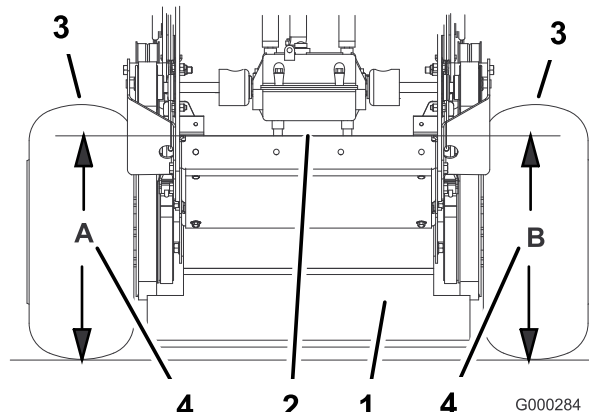

Figura 53
4. Meça a altura da plataforma do motor no local **A** (Figura 53).
5. Meça a altura da plataforma do motor no local **B** (Figura 53).